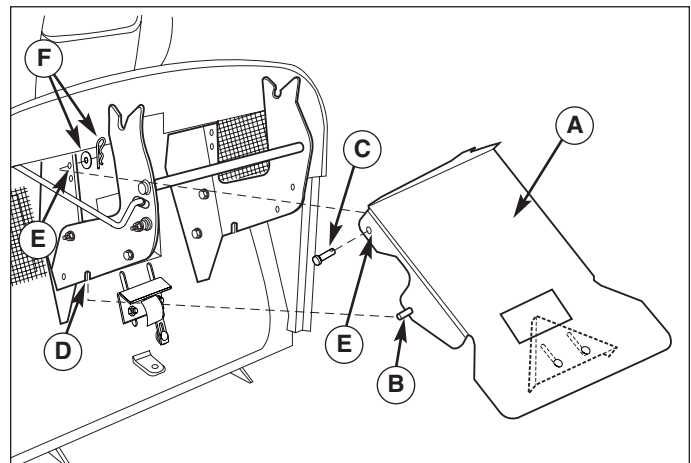

Figure 5. Plaque de déflecteur
2. Faire glisser les tiges de plaques du déflecteur (B, Figure 5) dans les crans.
3. Monter la plaque de déflecteur (A) en faisant glisser les axes de chape (C) dans les trous (E) en les fixant par des bagues de retenue et des rondelles (F).